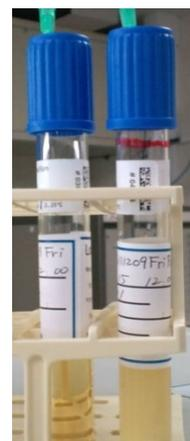

図3:左は微生物増殖無し。
- (9) 落下菌試験用培地の蓋を閉じ、作業終了時刻を記載する。
- (10) 安全キャビネット内を片付け、アルコール清拭する。
- (11) 無菌試験用培地試験管を 14 日間培養して、微生物の増殖を認めなければ無菌とし、合否判定を行う(図 3)。
14日目までで濁りが観察されたら(図3)、微生物陽性と判断し、直ちに「逸脱の管理(般-060)」に従い対応する。通常は、直ちに参考品を用いて再試験を行う(「再試験検査を必要とする場合の取り扱いに関する事項(品-070)」参照)。